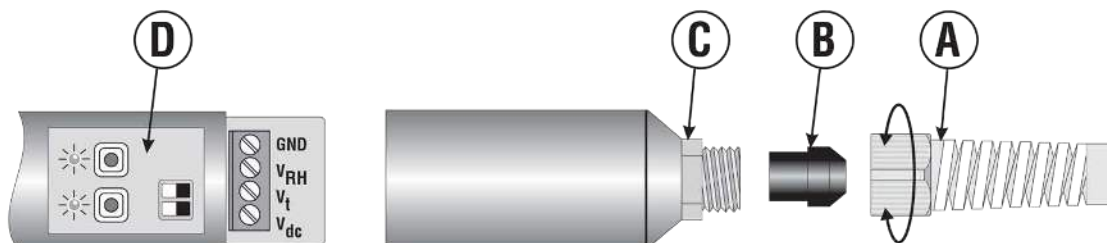

Fig. 3
Per accedere alla morsettiera del trasmettitore procedere nel seguente modo (si veda la fig.3): svitare il passacavo A, estrarre il gommino B e svitare il fondo C. Inserire il cavo attraverso i tre elementi A, B e C ed effettuare le connessioni alla morsettiera. Richiudere il tutto tenendo fisso il cavo mentre si chiude il passacavo A per evitare di torcerlo.
1. Per accedere alla morsettiera, svitare il passacavo A (si veda la fig.3) tenendo fermo il cavo per evitare che si attorcigli. Tirare indietro il gommino e svitare il fondo dello strumento.